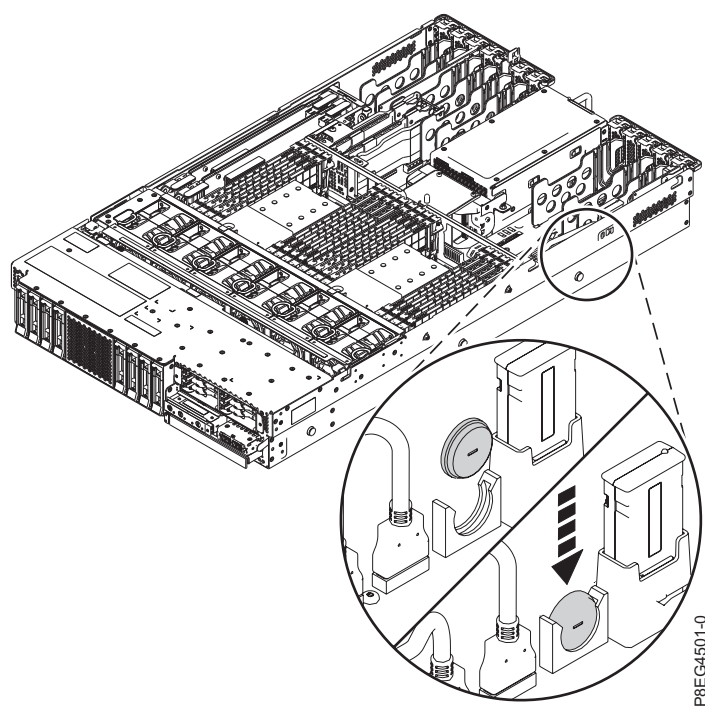

図 2. 時刻バッテリーの挿入
2. 6 ページの図 2 に示すように、時刻バッテリーをシステム・バックプレーン上のスロットに挿入します。バッテリーを取り外すときに記録したように、必ず正しい極性でバッテリーを挿入してください。